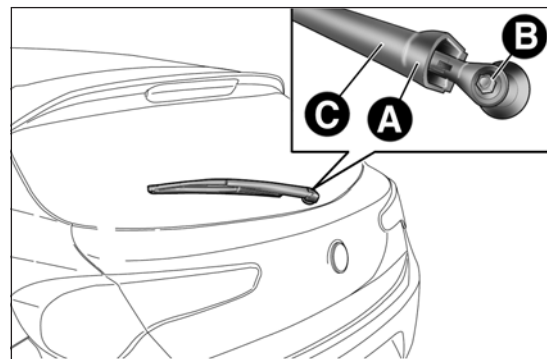

fig. 173
- ☐ solleva la copertura A fig. 173, svita il dado B e rimuovi il braccio C;